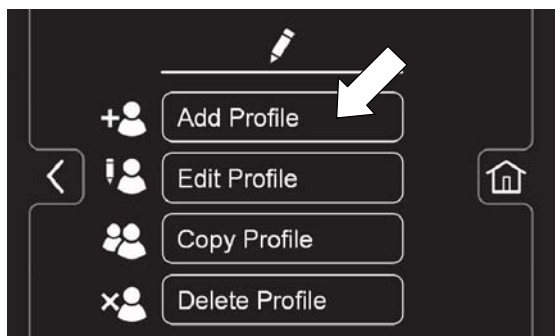

РИС. 141
-  Чтобы добавить новый профиль, нажмите на кнопку "Добавить профиль" (Рисунок 141).